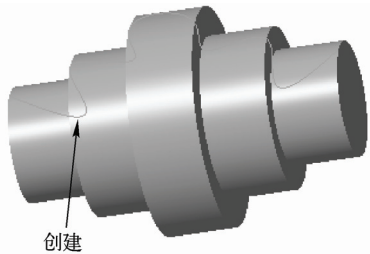

图 5-41 通过点创建基准曲线
STEP 04 单击“完成”按钮 ，即可通过点创建基准曲线，效果如图5-41所示。